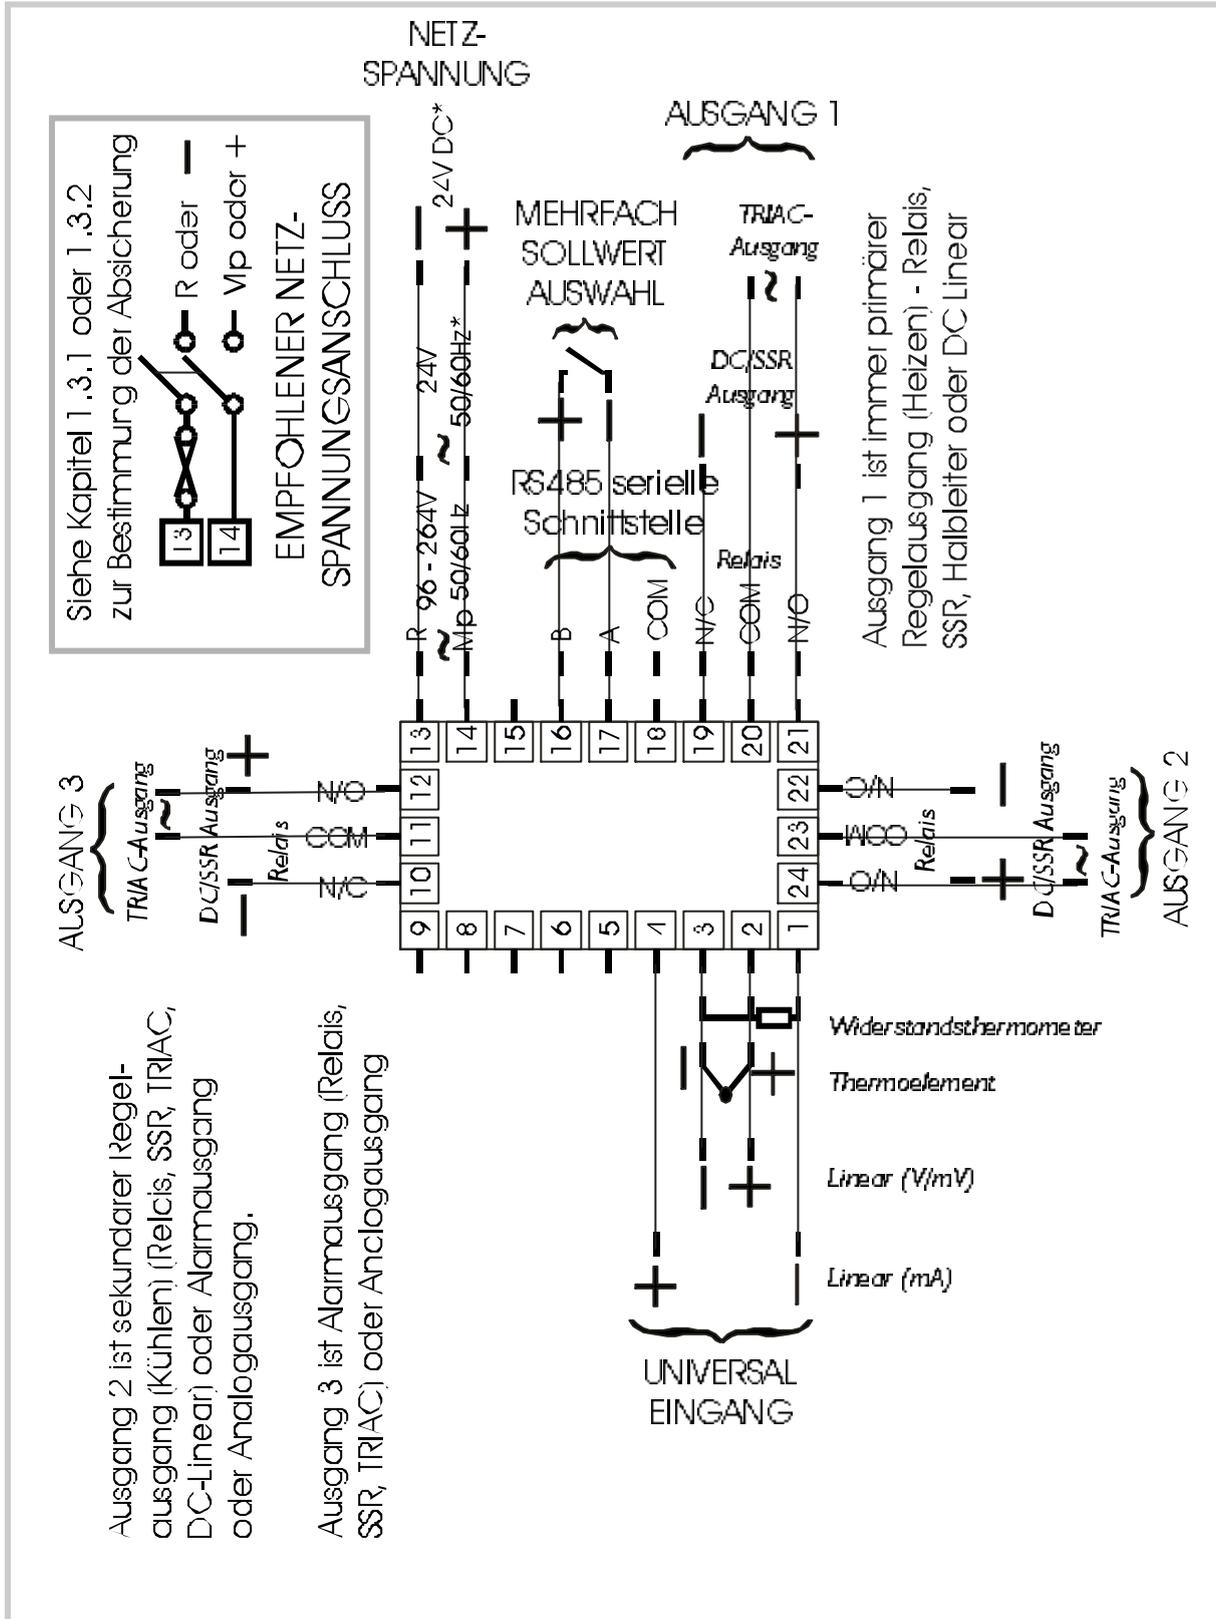
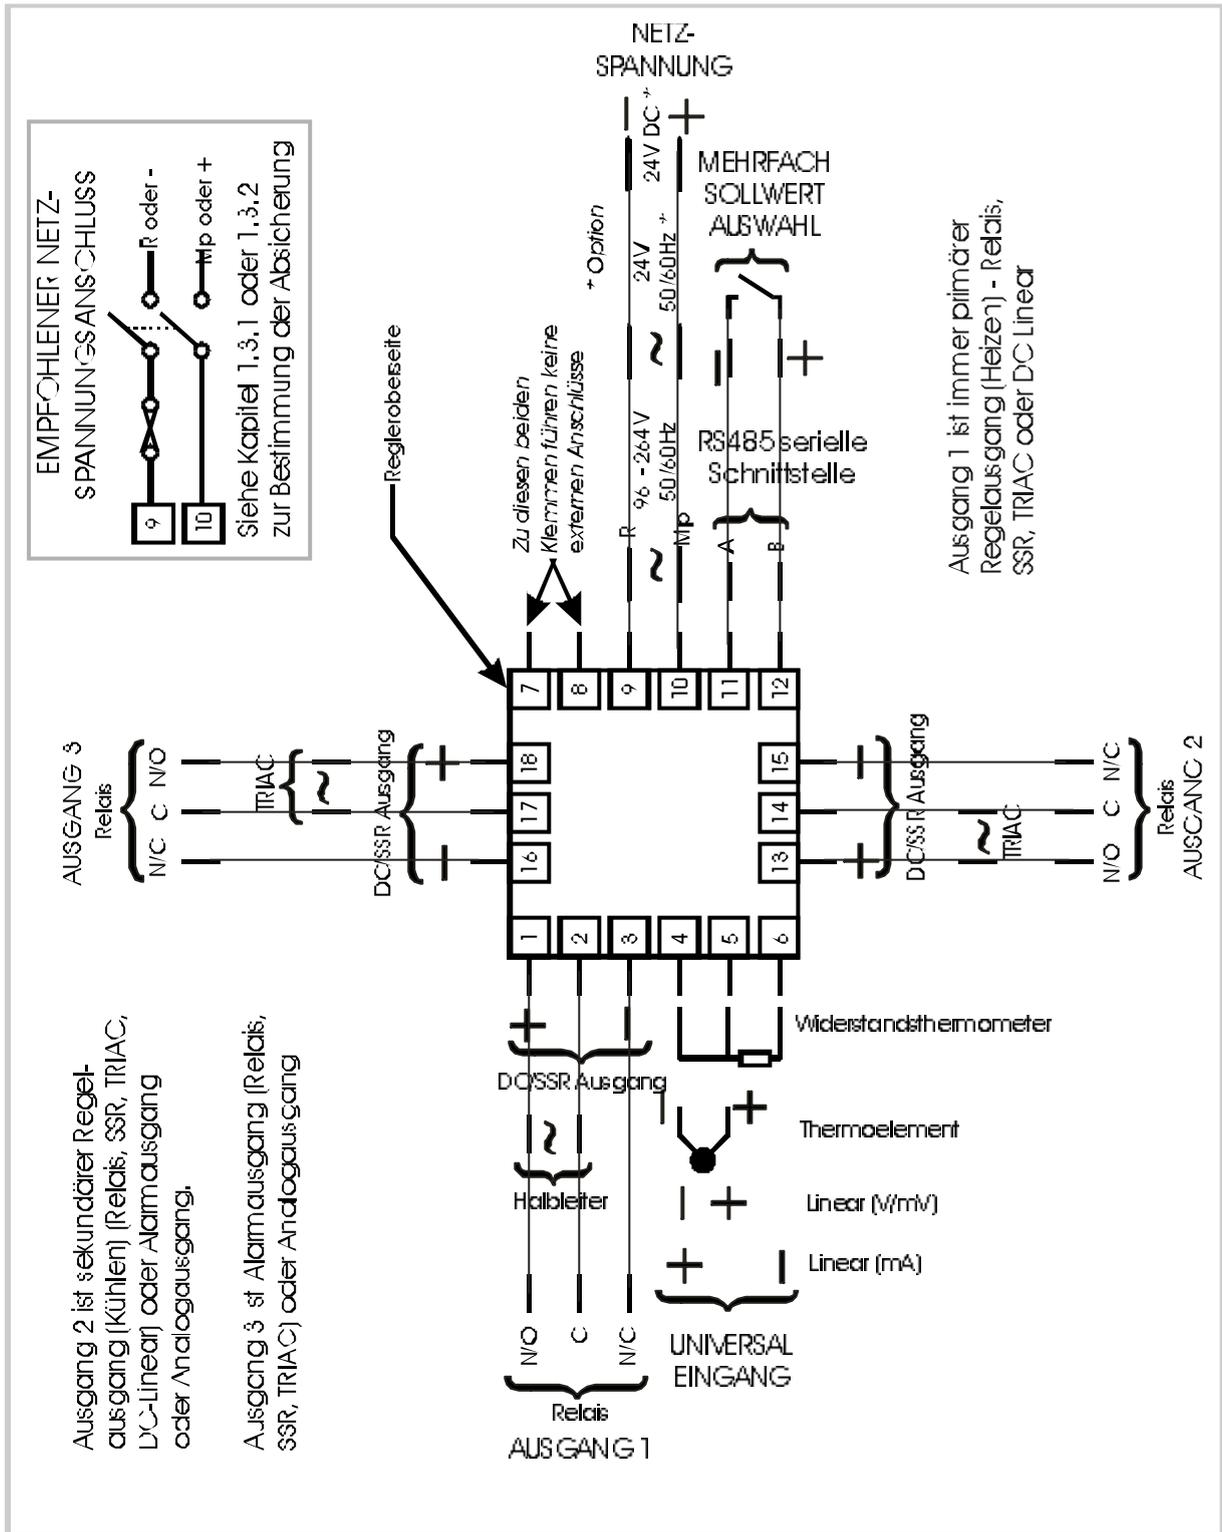

Abb.: 1-4 Rückseitige Anschlüsse ( $\frac{1}{4}$ -DIN &  $\frac{1}{8}$ -DIN Regler)
Abb.: 1-5 Rückseitige Anschlüsse (1/16-DIN Regler)
Die rückseitigen Anschlußklemmen sind in Abb.: 1-4 ( $\frac{1}{4}$ -DIN und  $\frac{1}{8}$ -DIN Regler) und Abb.: 1-5 ( $\frac{1}{16}$ -DIN Regler) dargestellt.
**ACHTUNG:** Die Regler wurden zum Einbau in einen geschlossenen Schaltschrank oder -kasten gebaut. Die örtlichen Bestimmungen sind strengstens zu beachten. Der Eingang ist galvanisch getrennt gegenüber Erde, Netz und Ausgang. Eine zweipolige Abschaltung wird empfohlen. Das Gerät muß mit einer 1A Sicherung abgesichert sein, wie in Abb.: 1-4 und 1-5 dargestellt.
Der Anschluß bei optionaler 24V AC/DC Kleinspannung ist in Abb.: 1-4 und 1-5 dargestellt. Eine zweipolige Abschaltung wird empfohlen. Das Gerät muß mit einer 3,15A trägen Sicherung abgesichert sein. Ist die 24V AC/DC Option vorhanden, können folgende Spannungen angelegt werden:
Lineare Stromeingänge werden an den Klemmen 4 und 6 ( $1/16$ -DIN Regler) oder Klemmen 4 und 1 ( $1/4$ -DIN und  $1/8$  DIN Regler) angeschlossen wie in Abb.: 1-4 und 1-5 gezeigt. Lineare Spannungseingänge werden an den Klemmen 4 und 5 ( $1/16$ -DIN Regler) oder Klemmen 3 und 2 ( $1/4$ -DIN und  $1/8$  DIN Regler) angeschlossen, wie in Abb.: 1-4 und 1-5 gezeigt. Einzelheiten der DC-Lineareingangsbereiche entnehmen Sie bitte dem Anhang A.